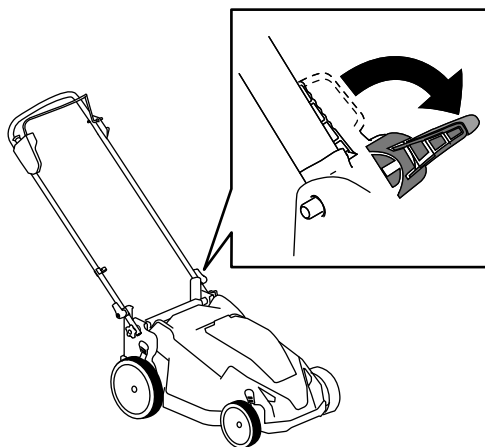

Figura 13
2. Abra las palancas de bloqueo del manillar hasta que pueda mover libremente la sección superior del manillar (Figura 13).
3. Abra las palancas de bloqueo del manillar (Figura 13).